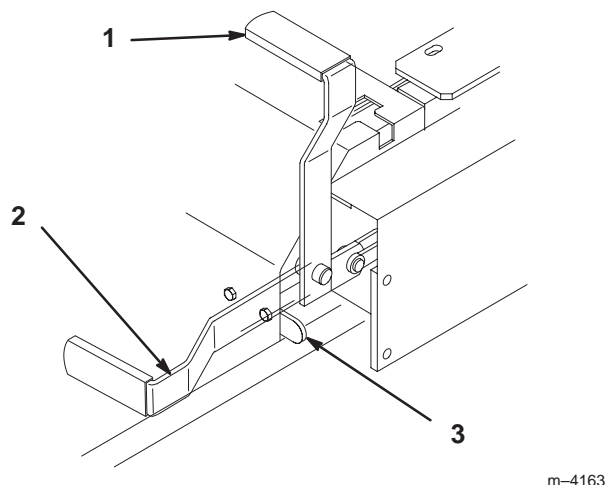

Figure 14
2. Tirez le frein de stationnement en arrière et vers le haut pour le serrer (Fig. 14). Une fois **SERRE**, le frein de stationnement ne doit plus bouger.
1. Poussez le levier du frein de stationnement vers l'avant et vers le bas (Fig. 14) afin de le desserrer. Le frein de stationnement est **DESSERRE** et le levier est en appui contre la butée du frein.